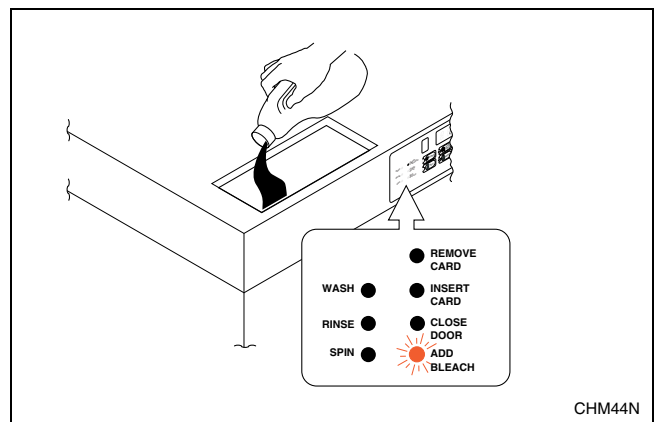

Figura 10
11. Agregue blanqueador cuando se encienda la luz **ADD BLEACH**. Consulte la *Figura 10*.